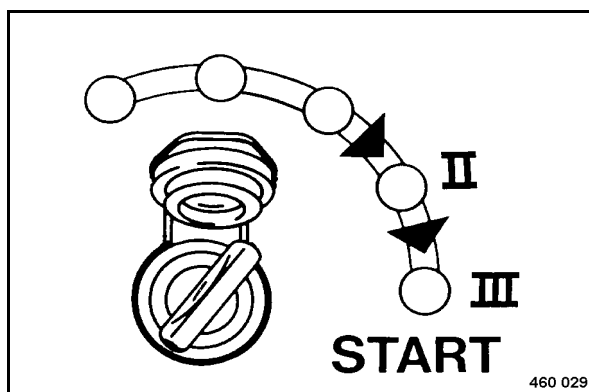

Fig. 52
- Tourner la clé de contact (Fig. 52) de la position "II" sur position "III" ; le démarreur vire le moteur.